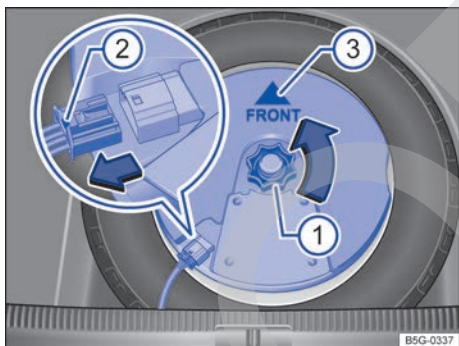

Fig. 232 En el maletero: desmontar el subwoofer (variante 2).
- Desenrosque la ruedecilla → **fig. 232** (1) en el sentido contrario al de las agujas del reloj (flecha).
- Para desbloquear el conector, presione el bloqueo que hay en el extremo del conector (2).
- Coloque el subwoofer en la base de la llanta con cuidado. Al hacerlo, la punta de la flecha "FRONT" → **fig. 232** (3) que hay en el subwoofer deberá señalar hacia delante.
- Acople el conector hasta que el bloqueo (2) encastre de forma audible.
- Enrosque la ruedecilla (1) en el perno roscado en el sentido de las agujas del reloj hasta que el subwoofer quede bien fijado.